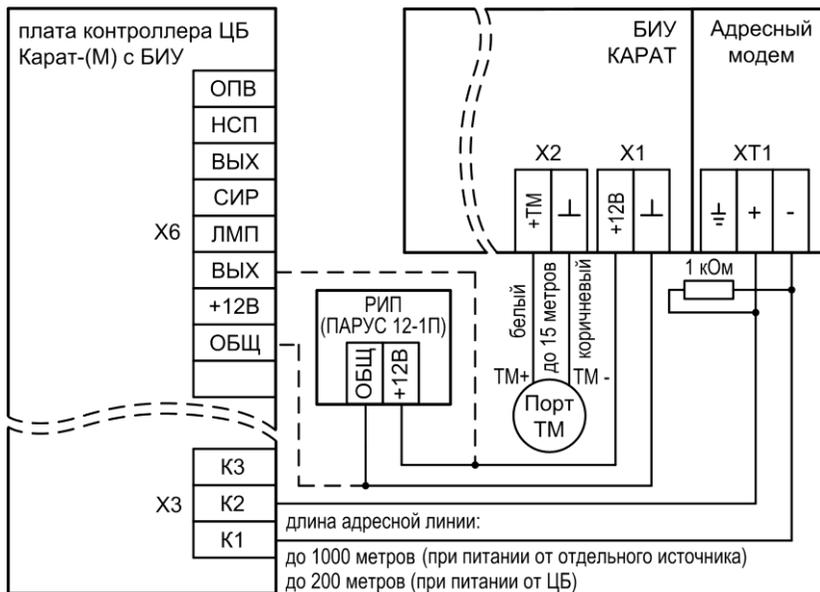
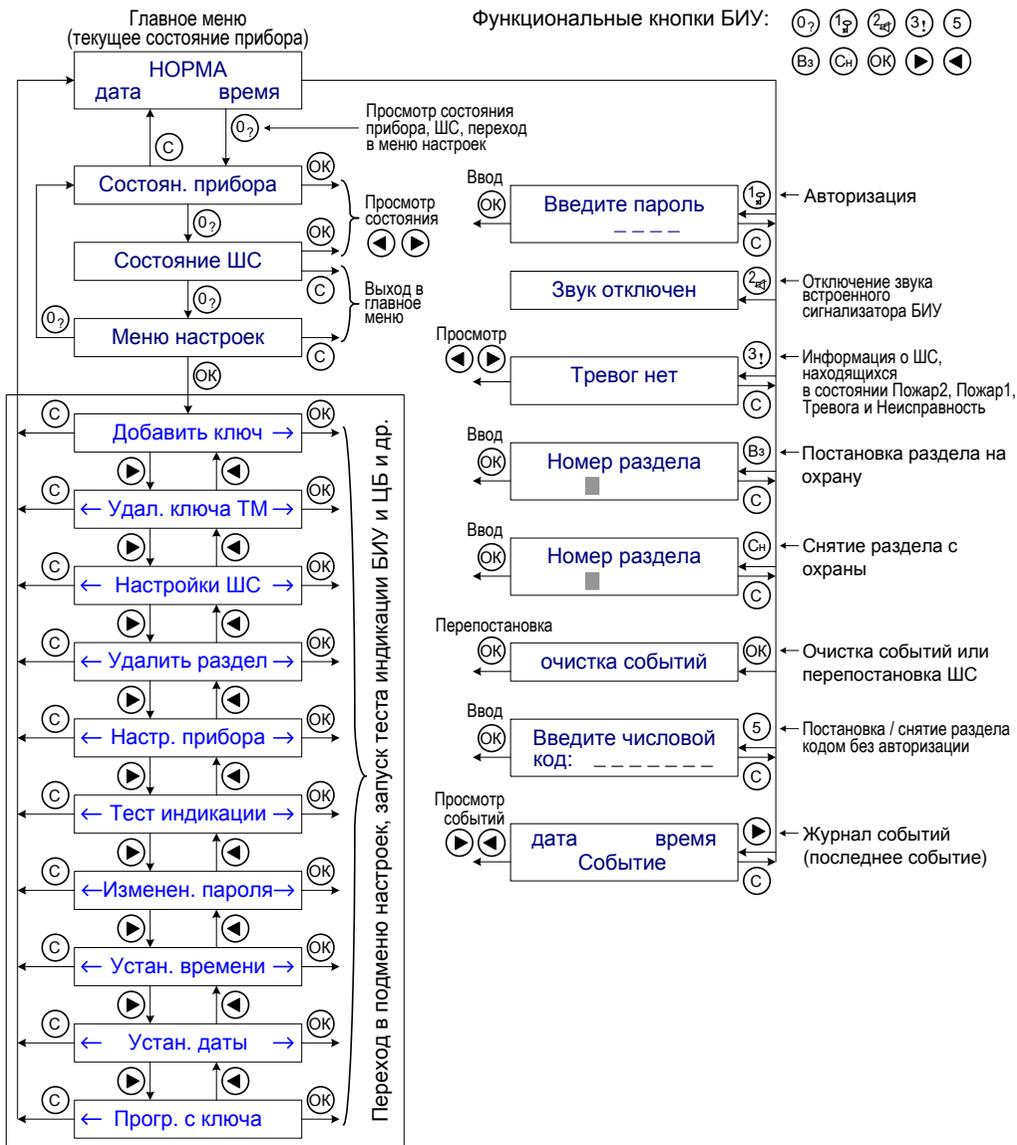
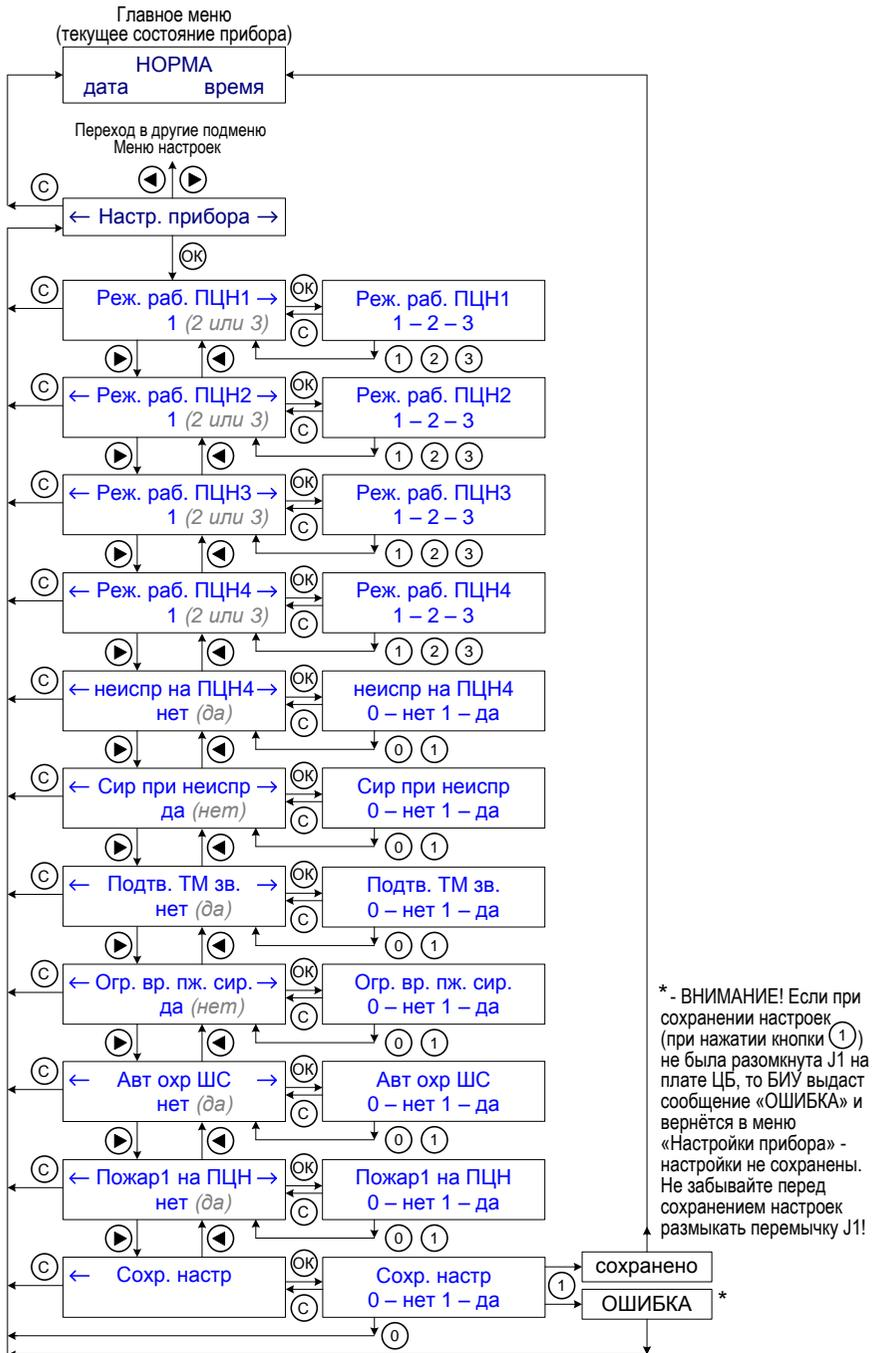

Рис.8 Схема подключений БИУ.
Рис.10 Структура меню БИУ и функциональные кнопки БИУ
Рис.11 Структура меню «Настройки прибора»
3. Подключите БИУ к ЦБ, РИП (при наличии) к БИУ, порт Touch Memory к БИУ (рис.8).
В БИУ реализована разветвленная сеть меню. Структура главного меню и «Меню настроек» показана на рис.10. Структура меню «Настройки прибора» показана на рис.11 (в качестве примера).
12.2 Нажимайте «0» на панели БИУ до тех пор, пока на экране не появится «Меню настроек». Нажмите «OK». Нажимая кнопки «▶» и «◀» выберите нужное меню (см. рис.10). Нажмите «OK». Введите необходимые настройки.
В «Меню настроек» нажимая кнопки «▶» и «◀» выберите меню «Добавить ключ» (рис.10), нажмите «OK». Введите номер раздела, которому назначается ключ. После приглашения «Вставьте ключ ТМ», прикоснитесь в течение 20 секунд электронным ключом к порту ТМ (порт ТМ должен быть подключен к БИУ – рис.8). Появится сообщение с указанием номера раздела и номера ключа.
12.4 Для сохранения сделанных изменений многократно нажимайте кнопку «▶» до появления на экране пункта «Сохран. настр.». Нажмите кнопку «ОК», потом «1» (см. - рис.11). При успешной записи настроек появится сообщение «сохранено».